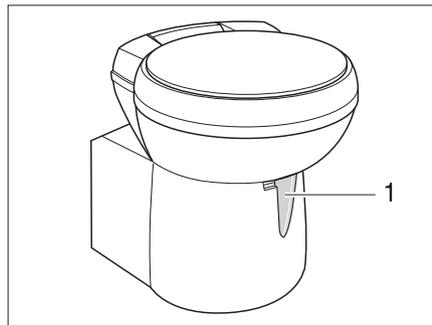

Fig. 103 Cuvette de toilette Thetford, pivotante
- ▶ Avant d'actionner la chasse d'eau, ouvrir le curseur des toilettes Thetford. Pour cela, pousser le levier du curseur (Fig. 103,1) dans le sens inverse des aiguilles d'une montre.
- ▶ Ouvrir le curseur. Pour cela, pousser le levier du curseur (Fig. 103,1) dans le sens inverse des aiguilles d'une montre.
- ▶ Pousser le levier du curseur (Fig. 103,1) dans le sens des aiguilles d'une montre. Le curseur se ferme.